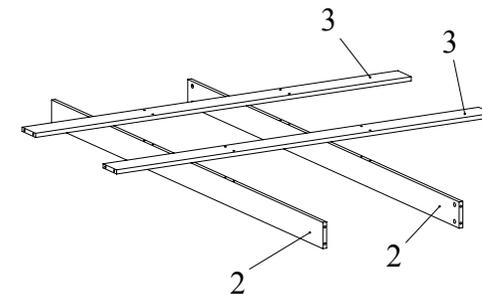

Рис.3
4. Соединить при помощи конфирматов 7x50 царги продольные 2 с царгами поперечными 3 (Рис. 3).